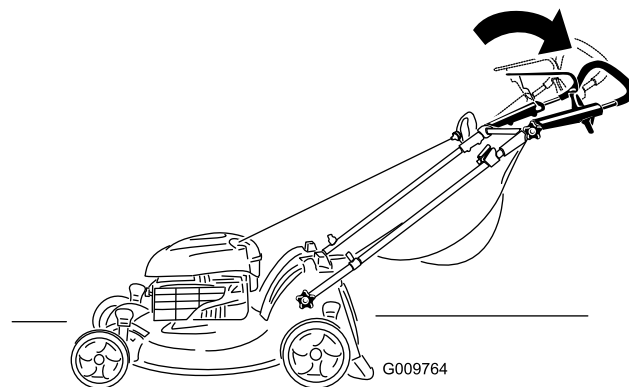

Figura 13
2. Spostate la sezione superiore della stegola nella posizione desiderata (Figura 13).